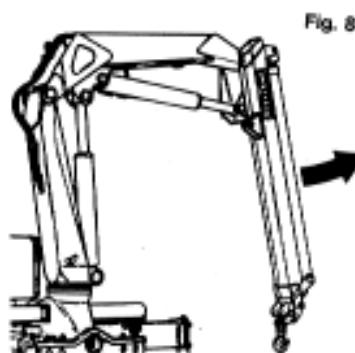

Fig. 8
- 3) Articuler le bras secondaire pour obtenir le dépliage (fig. 8).